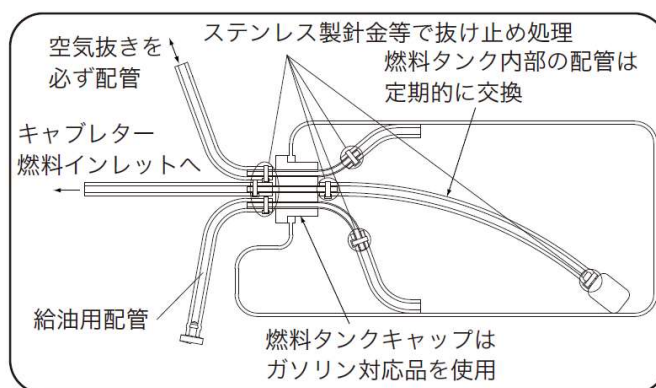

図 5.
- (4) このエンジンはマフラープレッシャーを必要としませんが、必ず空気抜きの配管をしてください。
- (5) 配管用チューブは、タイゴン F-4040A 製(黄色の物)もしくは、ニトリルゴム又はフッ素ゴム製で、内径φ3.0~3.2mm、外径φ6.0~6.4mmのチューブを使用してください。また、配管チューブは硬化しますので定期的に交換してください。(燃料タンク内のチューブは半年~1年が目安です) [*タイゴンはサンゴバン株式会社の登録商標です]
- (6) 燃料タンク内の配管は右図 5. の様に給油専用配管を付けた 3 本配管としてください。また、燃料タンク内の各チューブの接合部はφ0.6~0.8 のステンレス製針金で抜け止め処理を行ってください。